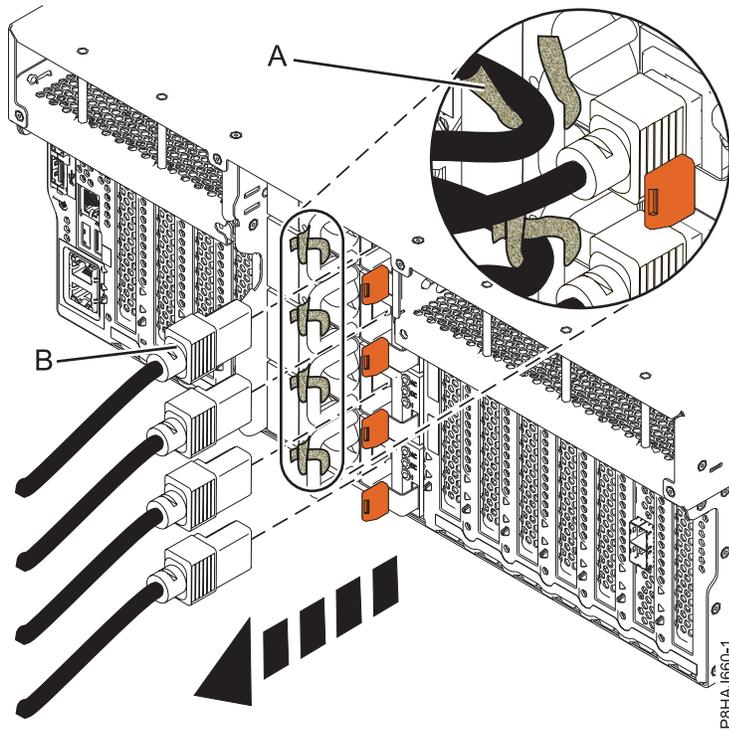
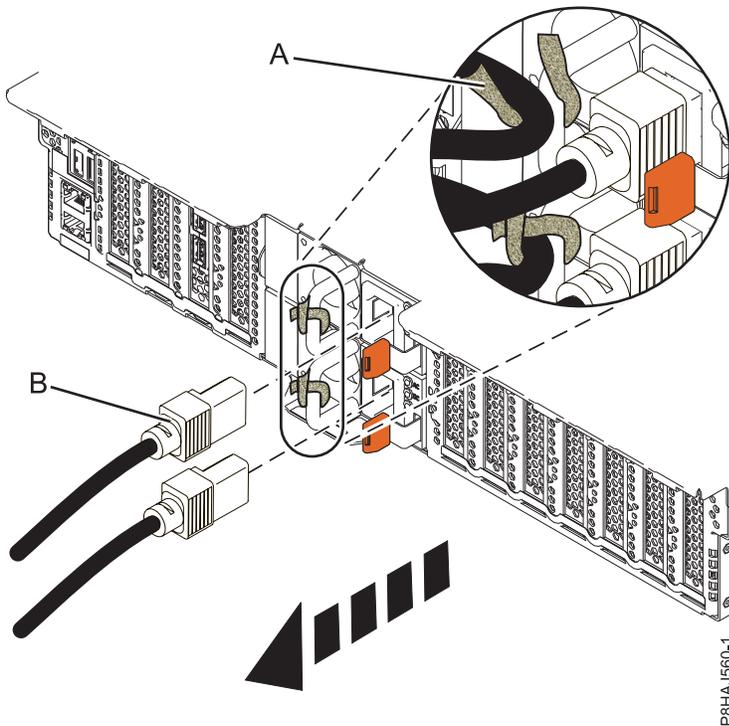
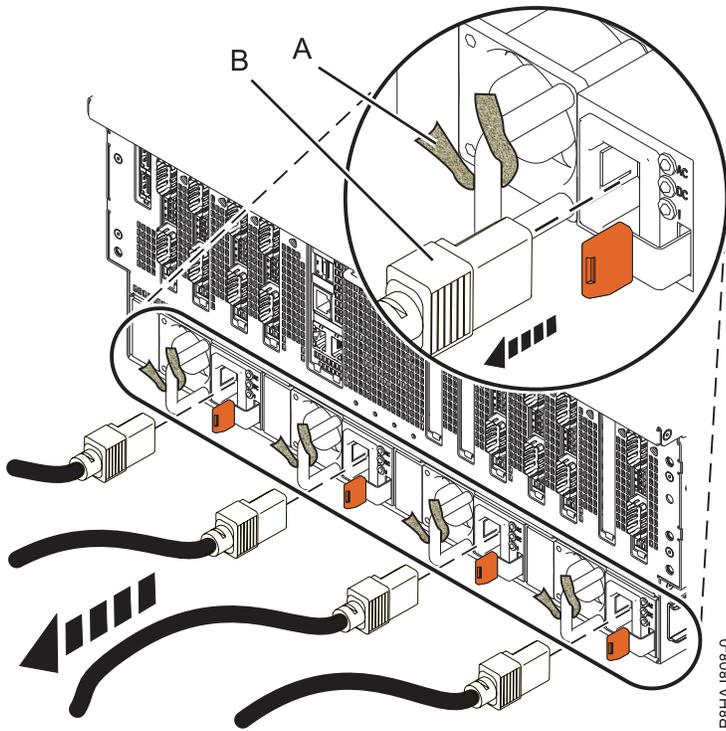

Abbildung 38. Netzkabel bei einem System vom Typ 8247-42L, 8286-41A oder 8286-42A abziehen
Abbildung 39. Netzkabel bei einem System vom Typ 5148-21L, 5148-22L, 8247-21L, 8247-22L, 8284-21A oder 8284-22A abziehen
Abbildung 40. Netzkabel bei einem System vom Typ 8408-44E oder 8408-E8E abziehen
3. Ziehen Sie die Netzkabel (**B**) von der Systemeinheit ab. Siehe Abb. 38 auf Seite 55, Abb. 39 auf Seite 55 oder Abb. 40 auf Seite 56 (je nach Systemtyp).